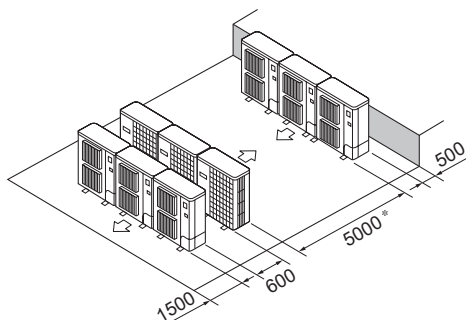

Fig. 2-14
⑥ Disposition pour plusieurs appareils parallèles (Fig. 2-14)